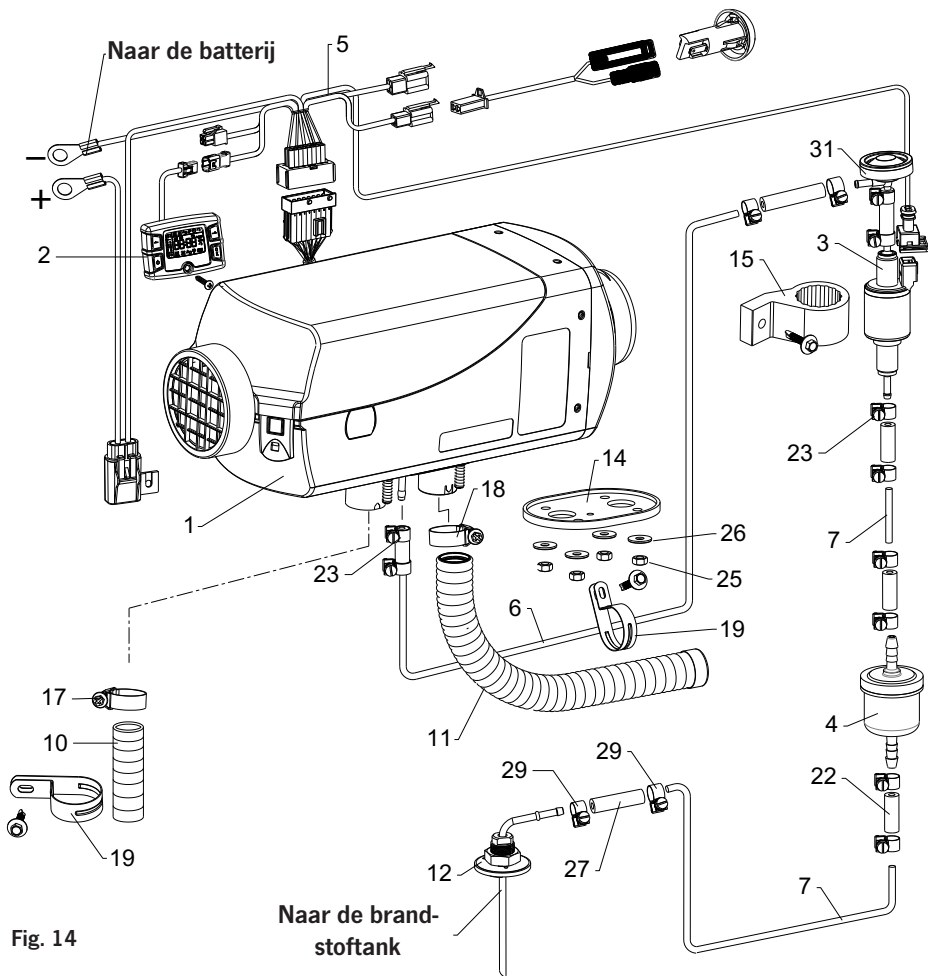

Fig. 14
32. VanHeat 4.0-DH | Productinformatie | Reserveonderdelenlijst (Zie Fig. 14)